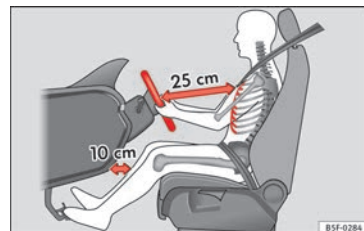
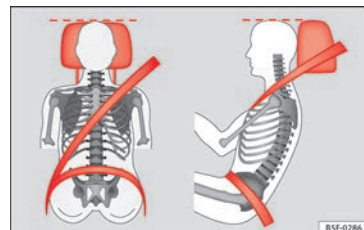

Fig. 64 Distancia correcta entre el conductor y el volante.
Fig. 65 Banda del cinturón y apoyacabezas ajustados correctamente.
- Realice el ajuste del asiento de tal modo que el volante quede como mínimo a 25 cm del tórax » fig. 64 y que pueda asir el volante lateralmente por la parte exterior con las dos manos y los brazos ligeramente flexionados.
xionadas y que las rodillas queden, como mínimo, a 10 cm del tablero de instrumentos » fig. 64.
Mantenga la nuca lo más cerca posible del apoyacabezas » fig. 64 y » fig. 65.
Ajuste la distancia correcta entre el conductor y el volante » fig. 64 con la ayuda de los mandos situados en el asiento del conductor »  pág. 12.